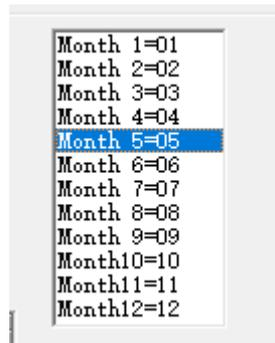

图 4-41
**自定义月份字符:** 当用户选择了月份作为对应的文本时，会在右侧出现如图 4-41。用户可以自己定义月份字符，不再使用软件默认的数字，改用其它的字符来表示，只需要双击选中的月份，输入代表月份的其它字符，最后在软件界面上显示的月份就是用输入的字符表示的。
2. 选择生成的文本对象, 选择使能变量文本, 然后点击增加按钮, 系统会弹出图 4-41 对话框, 选择网络通讯一项, 设置网口参数, IP 地址参数填入服务器计